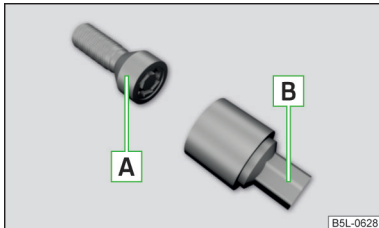

Abb. 331
Die Anti-Diebstahl-Radschrauben schützen die Räder vor einem Diebstahl. Diese lassen sich ausschließlich mit dem Aufsatzstück **B** » Abb. 331 lösen/festziehen.
- Den Radschlüssel bis zum Anschlag auf die Radschraube stecken. Für die Anti-Diebstahl-Radschrauben das zugehörige Aufsatzstück verwenden » Abb. 331 auf Seite 297.